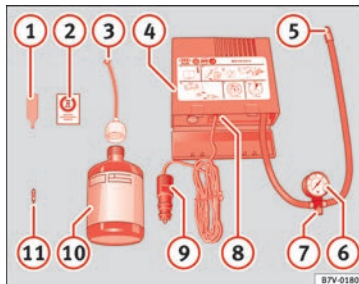

Fig. 69 Representación estándar: contenido del kit antipinchazos.
- Desenrosque la caperuza y el obús de la válvula del neumático. Utilice el aparato » **fig. 69 ①** para extraer el obús. Colóquelo en una superficie limpia.
- Agite con fuerza la botella de sellante de neumáticos » **fig. 69 ⑩**.
- Enrosque el tubo de inflado » **fig. 69 ③** en la botella de sellante. El precinto de la botella se romperá automáticamente.
- Retire el tapón del tubo de llenado » **fig. 69 ③** y enrosque el extremo abierto del tubo en la válvula del neumático.
- Vuelva a colocar el obús con el aparato » **fig. 69 ①** en la válvula del neumático.
- Enrosque el tubo de inflado del neumático del compresor » **fig. 69 ⑤** en la válvula del neumático.
- Compruebe que el tornillo de evacuación de aire está cerrado » **fig. 69 ⑦**.
- Acople el conector » **fig. 69 ⑨** a toma de corriente de 12 voltios del vehículo »  pág. 172.
- Conecte el compresor de aire con conmutador ON/OFF » **fig. 69 ⑧**.